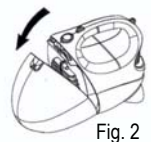

Fig. 2
1. Para abrir el contenedor de polvo, presione el botón (Fig. 2).